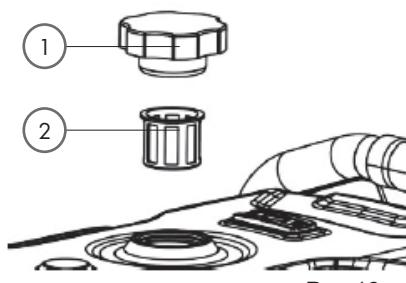

Рис.13
Перед снятием крышки топливного бака (1) (рис. 13) следует протереть ее и пространство вокруг нее. Это позволит уменьшить количество загрязняющих веществ, проникающих в топливную систему.